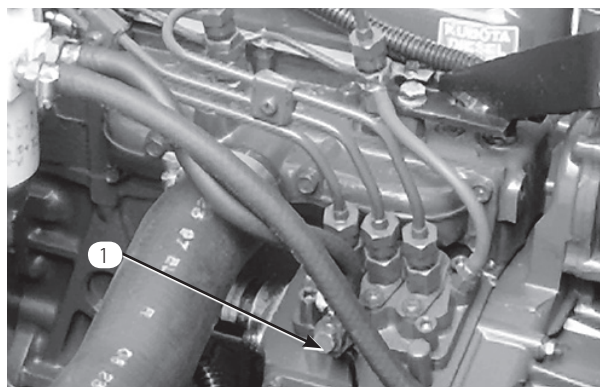

図 26
2. 燃料噴射ポンプ (図26) についているエア抜きネジを、12 mm のレンチを使って開く。